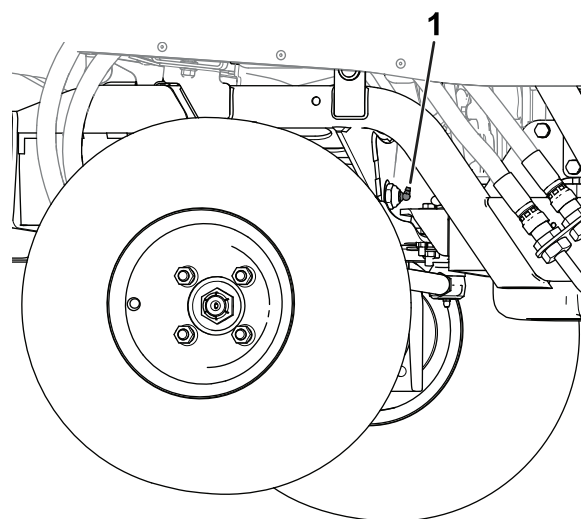

Figure 49
- **Axe de pivot d'essieu (Figure 49)**